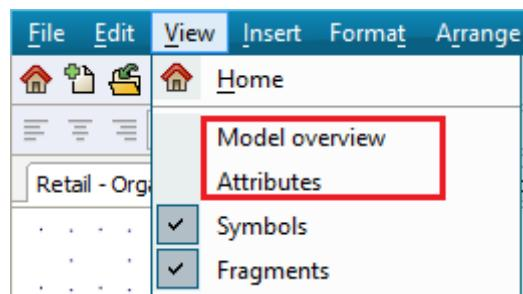
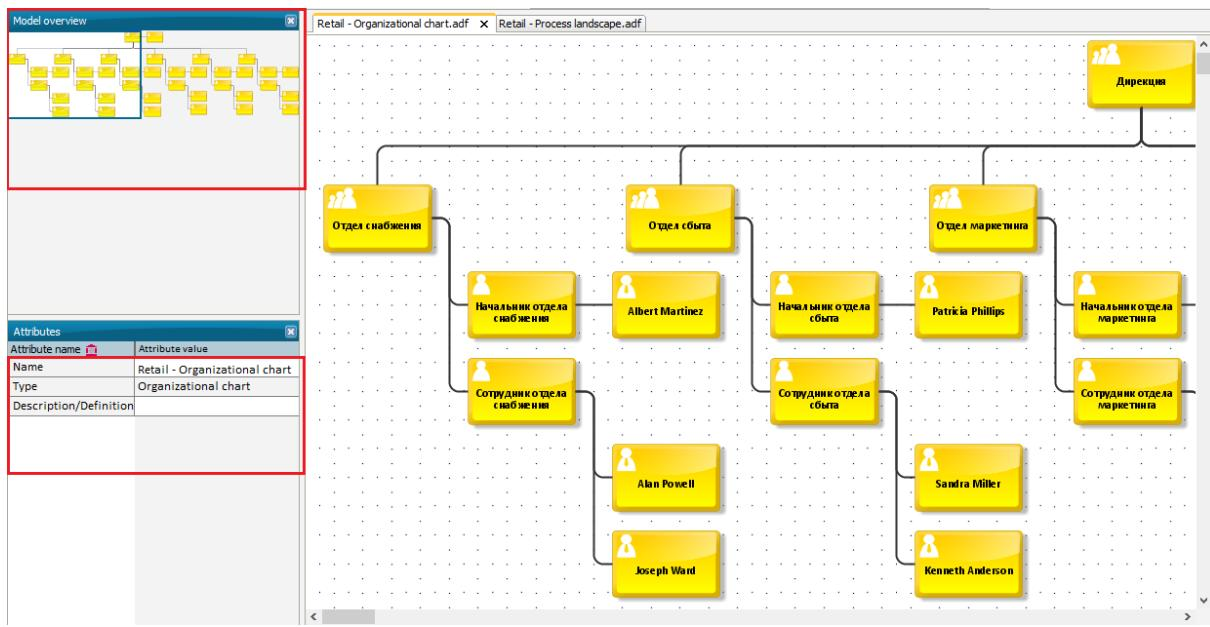

Рисунок 1.8
Рисунок 1.9
8. Для более удобной работы с моделью, в разделе меню «View» необходимо отметить пункты «Model overview» и «Attributes» (рисунок 1.8). Это позволит просматривать всю область моделирования, в случае если модель выходит за рамки экрана, а также работать с атрибутами модели и отдельных ее элементов (рисунок 1.9).